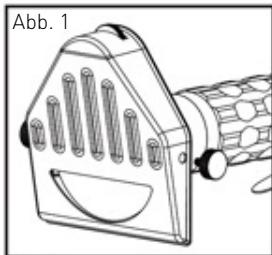

Abb. 1
1. Entfernen Sie die Sicherungsschraube (Abb.1)